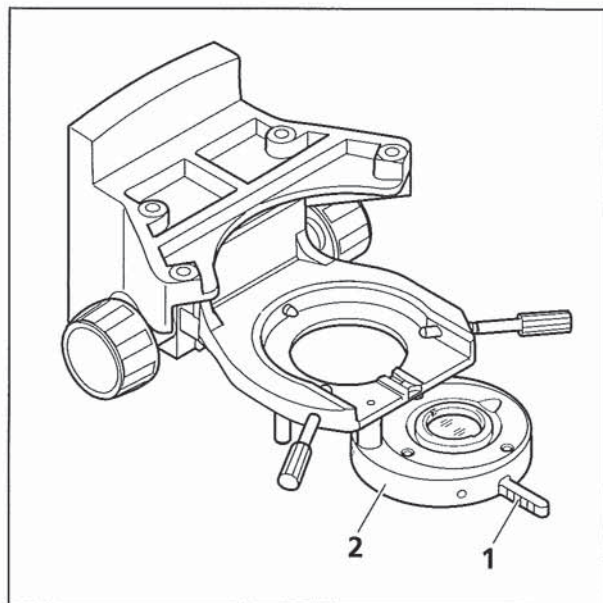

Bild 2-21 Übersichtseinrichtung
- Übersichtseinrichtung (Bild 2-21/2) mit Hilfe des Griffes (Bild 2-21/1) in den Strahlengang ein- oder ausschwenken. Darauf achten, dass die Übersichtseinrichtung beim Einschwenken richtig einrastet.